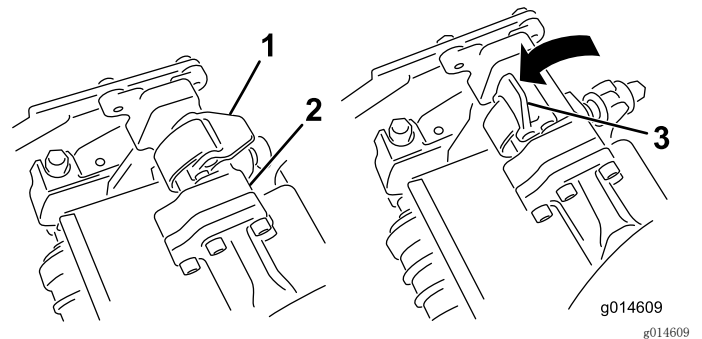
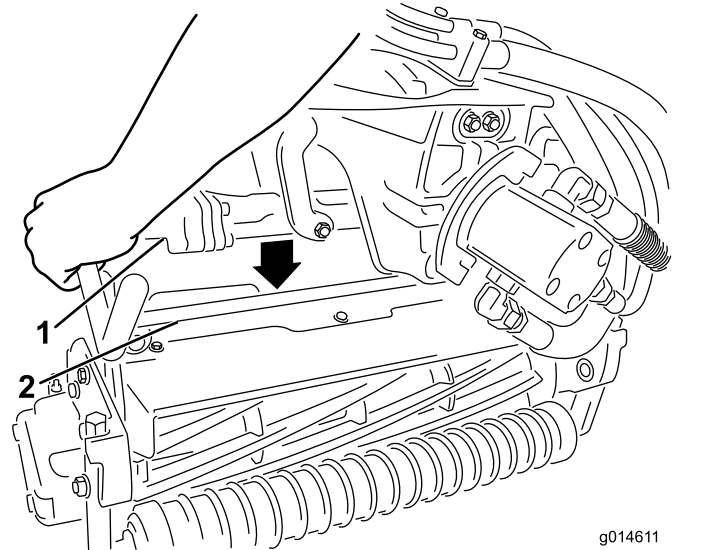

图11
图12
6. 向下并绕着滚刀组横杆关闭闭锁，将它们锁定到位（图11）。
5. 当悬挂臂杆上的闭锁指向上方（即打开）时（图11），向下压悬挂臂，使悬挂臂杆与滚刀组上方的支架相契合（图12）。